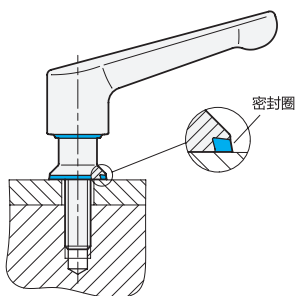

图 1
- 手柄的螺纹杆或孔必须安装在封闭的空间内。（图 1）。
- 必须注意的是，手柄只能与随附的密封圈结合使用。密封件呈锥形。因此必须遵守正确的安装位置（图 1）。